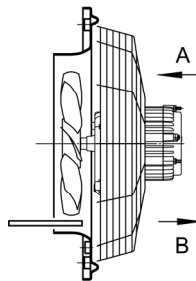

Fig. 1: Verificarea interstițiului de aer cu lera de șpal
- Înainte de luarea în exploatare a ventilatorului trebuie verificat interstițiul de aer dintre rotorul cu palete și placa de perete, respectiv inelul de perete (fig.1). În toate punctele circumferinței trebuie atinse valorile minime indicate în tabelul 1. Folosiți lera de interstițiu de aer atașată aparatului.